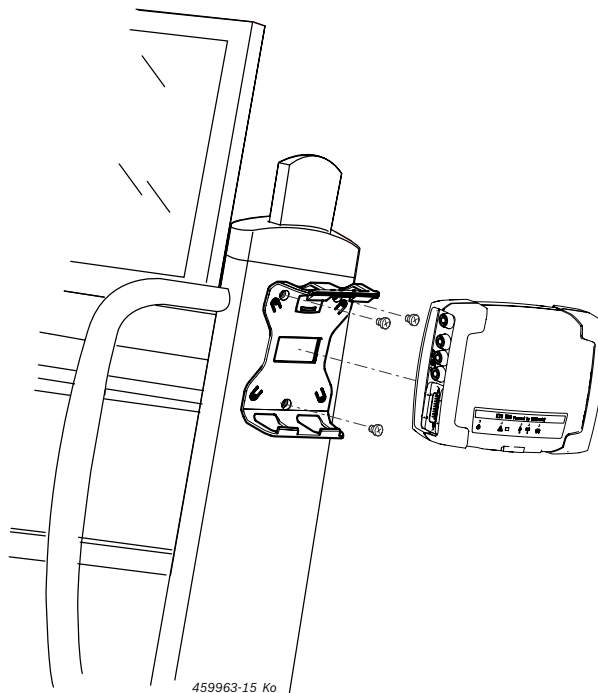

Abb. 7: Montaż uchwyty mocującego
1. Przykręcić uchwyt mocujący do wózka za pomocą trzech dołączonych śrub z łbem soczewkowym (patrz rys. 7).